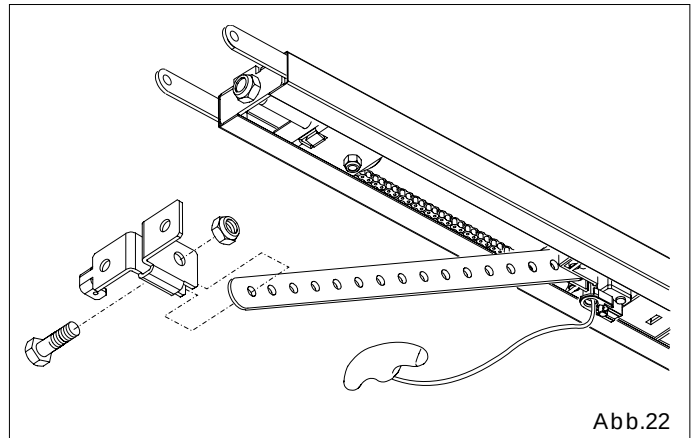

Abb.22
6.17 Die Halterung mit der Schraube und der Mutter an die Mitnehmerstange befestigen (Abb.22).